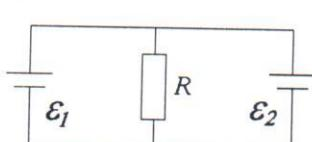

Рис.4
5. Найдите ток, протекающий через сопротивление R на рис.4. $\epsilon_1=10\text{V}$, $\epsilon_2=5\text{V}$, $R=10\Omega$, внутренние сопротивления э.д.с. равны $r=1\Omega$.